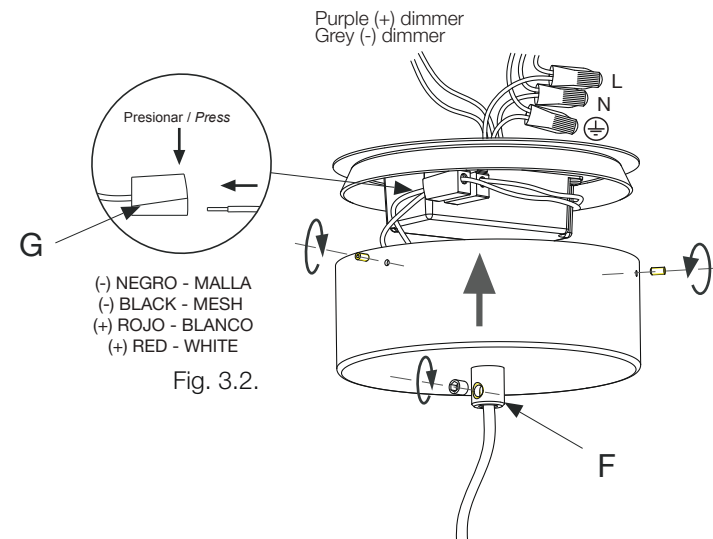

Fig. 3.2.
3.2. Pasar el cable eléctrico a través del agujero del florón. Asegurar el cable eléctrico utilizando el prensacables (F). Hacer la conexión eléctrica del LED con los conectores (G) como se muestra en la Fig. 3.2.. Fijar el florón mediante los tornillos suministrados.
3.2. Passez le câble électrique à travers le trou de la rosace. Fixez le câble électrique en serrant la vis du serre-câbles (F). Effectuez la connexion électrique de la LED avec les connecteurs (G) comme indiqué à la Fig.3.2.. Fixez la rosace à l'aide des vis fournies.
3.2. Das Elektrokabel durch das Öffnung der Kreuzblume führen. Das Elektrokabel über die Schraube der Kabelpresse sichern (F). Stellen Sie den elektrischen Anschluss des LEDs mit den Steckverbindern (G) wie in Abb. 3.2. dargestellt her. Befestigen Sie die Deckenrosette mit den mitgelieferten Schrauben.